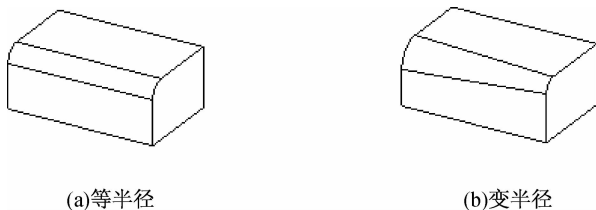

图 3-47 过渡方式
(1)等半径。等半径是指整条边或面以固定的半径值进行过渡,如图 3-47(a)所示。
(2)变半径。变半径是指整条边或面以渐变的半径值进行过渡,需要分别指定各点的半径,如图 3-47(b)所示。